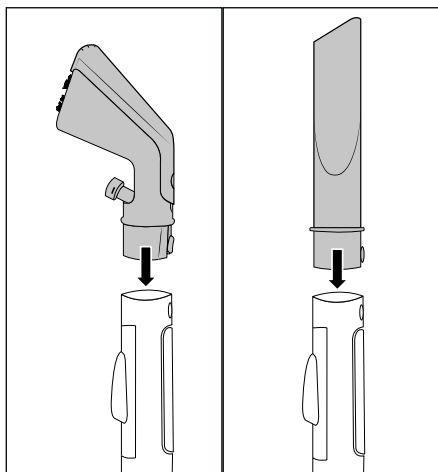

Fig. 3
- ◆ Enfichez l'embout meubles **22** ou l'embout plat **29** dans le flexible de pulvérisation/aspiration **19**, jusqu'à ce que la touche de verrouillage **25/32** s'enclenche (voir fig. 3).